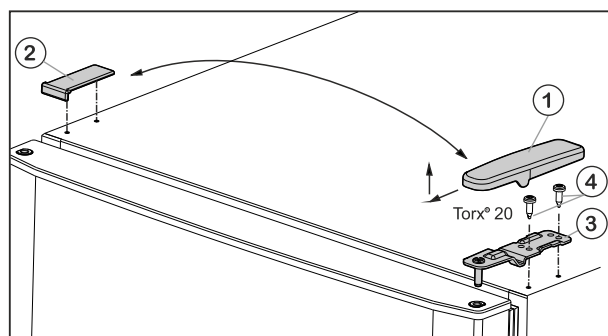

Fig. 5
- Enlever le cache Fig. 5 (1) vers l'avant et vers le haut.
- Retirer le cache Fig. 5 (2).
- Dévisser le support d'appui supérieur Fig. 5 (3) (2 Torx® 20) Fig. 5 (4) et retirer vers le haut.
- ▶ Placer le support d'appui supérieur *Fig. 5 (3)* sur le nouveau côté charnière de porte.
- ▶ Revisser le support de palier (**en appliquant un couple de 4 Nm**) (2 Torx® 20) *Fig. 5 (4)*. Utiliser au besoin une visseuse sans fil.
- ▶ Remettre en place l'habillage *Fig. 5 (1)* du côté opposé depuis l'extérieur et l'enclencher.
- ▶ Remettre en place l'habillage *Fig. 5 (2)* du côté opposé depuis le dessus et l'enclencher.